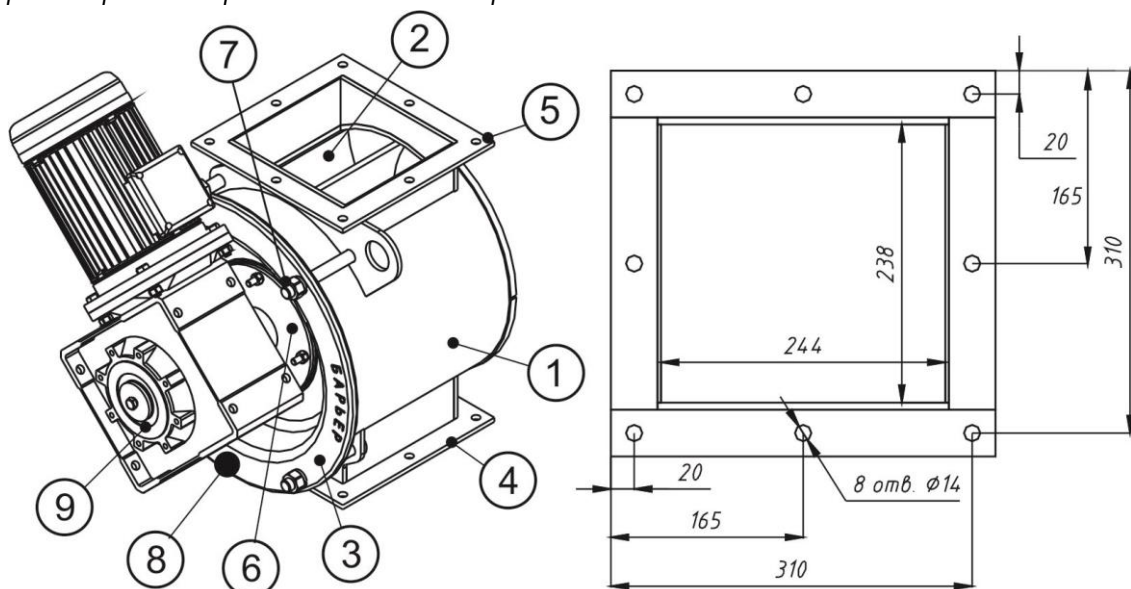

Рис.3 Внешний вид изделия, элементы регулирования, размеры присоединительных фланцев
Изделие (Рис.3) работает следующим образом: материал, пройдя через загрузочный патрубок (5), заполняет находящиеся сверху ячейки ротора. При повороте ротора заполненные ячейки переходят вниз, и материал выгружается через разгрузочный патрубок (4). Разгрузочный и загрузочный патрубки оснащены фланцами, служащими для присоединения шлюзового затвора к технологическому оборудованию (на рис. 3 фланец показан справа).
Изделие подсоединяется к технологическому оборудованию с помощью присоединительного фланца (см. рис.3) через герметизирующие прокладки, которые не входят в комплект поставки.
- С помощью токоизмерительных клещей замерить ток обмотки электродвигателя мотор-редуктора. В случае превышения значения 3,3 А для электродвигателя мощностью 1.5 кВт необходимо отрегулировать зазор между торцами Т-лопастей ячеякового ротора и подвижной крышкой корпуса (плотность прилегания Т-лопастей), для этого нужно ослабить четыре самоконтрящиеся гайки (рис. 3, поз. 7). Если после ослабления самоконтрящихся гаек ячеяковый ротор не запускается, необходимо легкими ударами молотка через деревянный брусок отодвинуть подвижную крышку корпуса от ячеякового ротора.